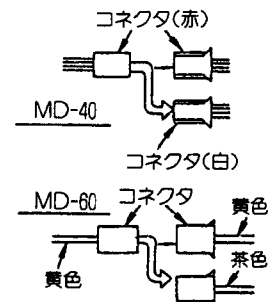

図 2
②MD40TF1-F(L), 60TF1-F(L)形を50Hzでご使用いただく場合、図2の通り電気品箱にてコネクターを差し替えてください。